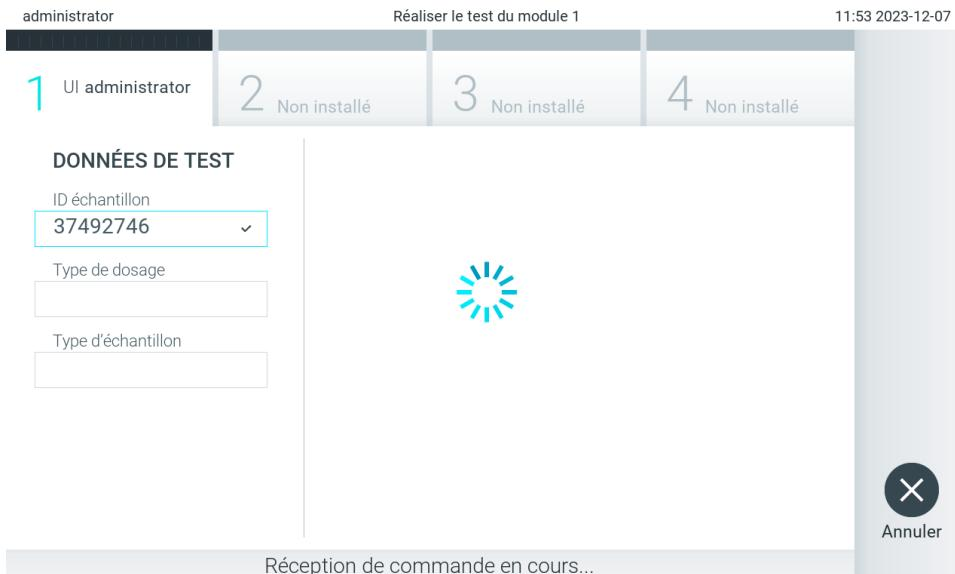

Figure 86. Affichage pendant la récupération d'une commande de test.
3. L'ID échantillon sera envoyé à l'hôte et alors que le QlAstat-Dx Analyzer 2.0 attend une commande de test, le message « Getting order... » (Réception de commande...) s'affiche (figure 86).